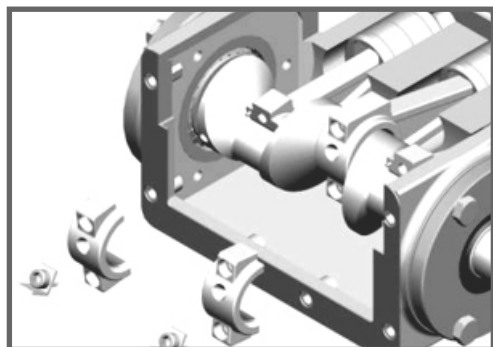

Fig. 52
- 6- Soltar os parafusos de fixação da parte inferior da biela e destacá-la do virabrequim. (Fig. 52)